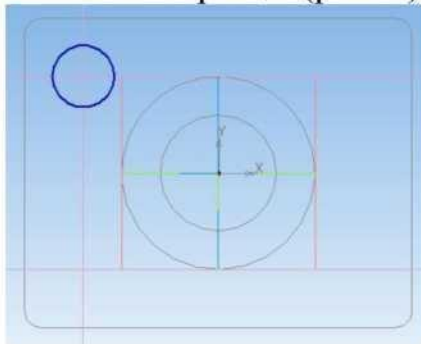

Рис. 6
14. Постройте окружность диаметром **16 мм**, на расстоянии от **оси Y - 35 мм**, **X - 25 мм**, как показано на образце. (рис. 6)